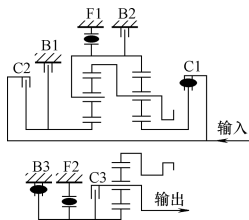

图 3-69 D1 档动力传递路线
(1) **主行星轮机构** D1 档动力传递路线如图 3-69 所示。在 D1 档时，前进档离合器 C1 接合，将输入轴和前行星轮机构太阳轮连接在一起，太阳轮顺时针旋转，前排行星轮逆时针旋转，前行星轮机构行星架是输出端，与车体连接在一起，可视为固定或约束转速，则前排齿圈有逆时针旋转的趋势。1 号单向离合器锁止，防止前齿圈/后行星架逆时针旋转，则前排行星轮带动前排行星架沿齿圈顺时针转动，即前行星架后齿圈同向减速旋转（输出）。